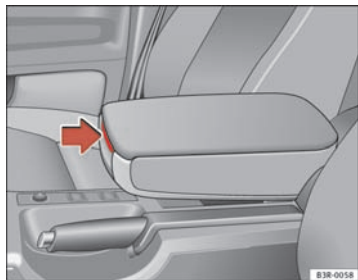

Fig. 115 Accoudoir entre le siège du conducteur et le siège du passager avant
- Appuyez sur le levier de déverrouillage ⇒ **fig. 115**.